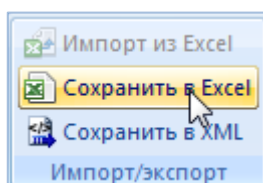

Рис. 13-60 – Кнопка «Сохранить в Excel» панели «Импорт/экспорт»
- 3) Нажать кнопку «Сохранить в Excel» панели «Импорт/экспорт» (рис. 13-60).